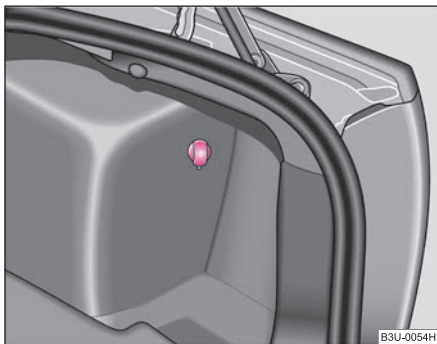

Fig. 93 Maletero: caja de enchufe
- Abra la cubierta de la caja de enchufe ⇒ **fig. 93**.